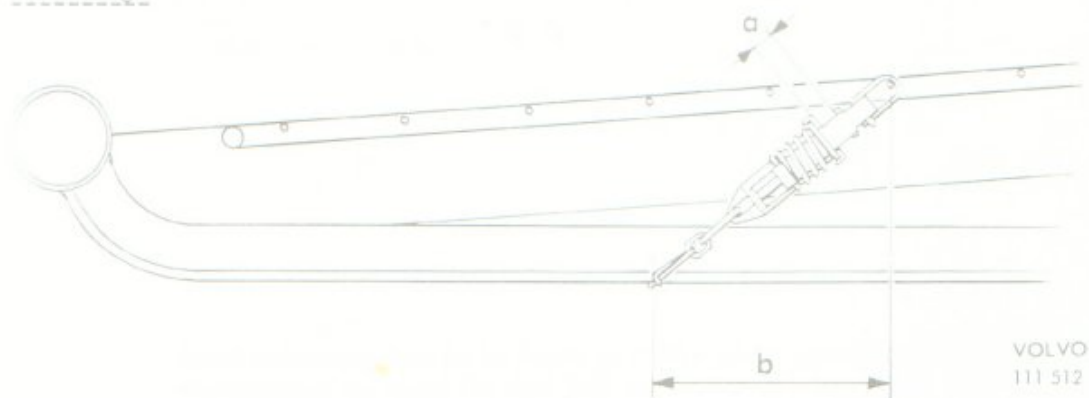

Bild 2. Inställning av kontakt, passagerarstol
- E. Kontakt passagerarstol, justering enligt bild 2